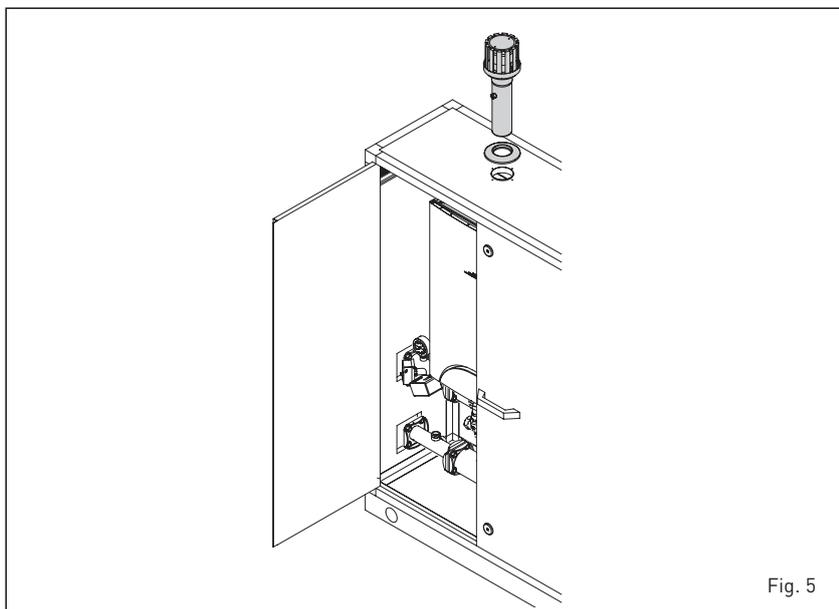

Fig. 5
2.5 EVACUATION FUMÉES POUR INSTALLATIONS EXTÉRIEURES (fig. 5)
demander le terminal de déchargement pour module singulier cod. 8089530. Pour le montage de l'accessoire fourni sur demande, voir figure 5.